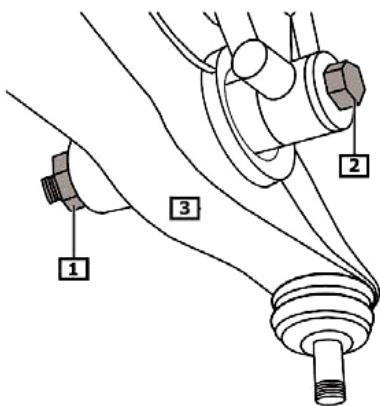

Fig. 1:
- **Fig. 1** Befestigung (1 und 2) der Federbein gabel am Querlenker unten abschrauben.
- **Fig. 1** Unscrew suspension strut fork attachment (1 and 2) on the lower end of the track control arm.
- **Fig. 1** Dévisser les fixations (1 et 2) de la fourche de jambe de force sur le bras transversal inférieur.
- **Fig. 1** Desatornillar la sujeción (1 y 2) de la horquilla del amortiguador en la parte inferior de la barra transversal.